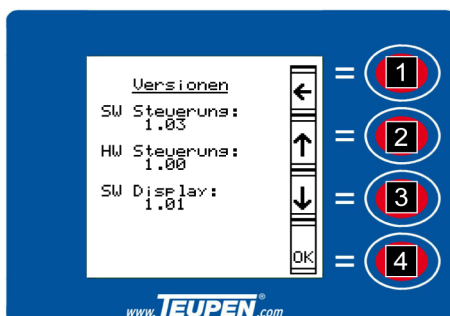

Fig. 63: Versions
- ➔ Retourner au menu *[Données machine]* avec la *[touche de fonction]* (Voir la Fig. 63/1).